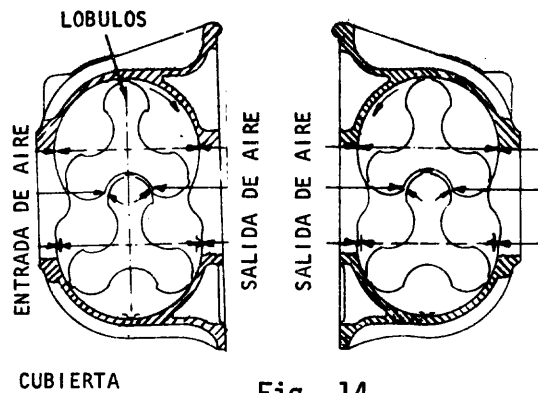

Fig. 14
- b  Compruebe el huelgo existente entre los lóbulos de los rotores y la cubierta del sobrealimentador, en la entrada y salida de aire (fig. 14).